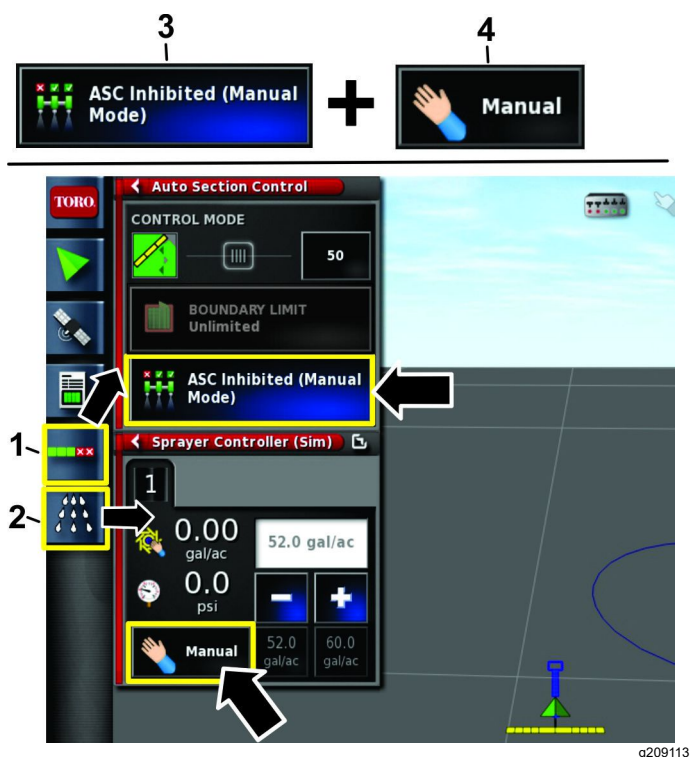

Figura 114
1. Pulse el icono de configuración del control automático de secciones y el icono del controlador del fumigador (Figura 114).
2. Pulse el control de caudal a la posición MANUAL (Figura 114).